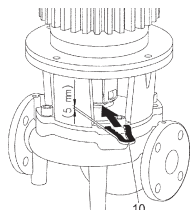

Fig. 13: Postavljanje montažne viljuške
10. Umetnuti montažnu viljušku (Fig. 13, poz. 10) između lanterne i spojnice. Montažna viljuška mora da nalegne bez zazora.
13. Umetnuti montažnu viljušku (Fig. 13, poz. 10) između lanterne i spojnice. Montažna viljuška mora da nalegne bez zazora.